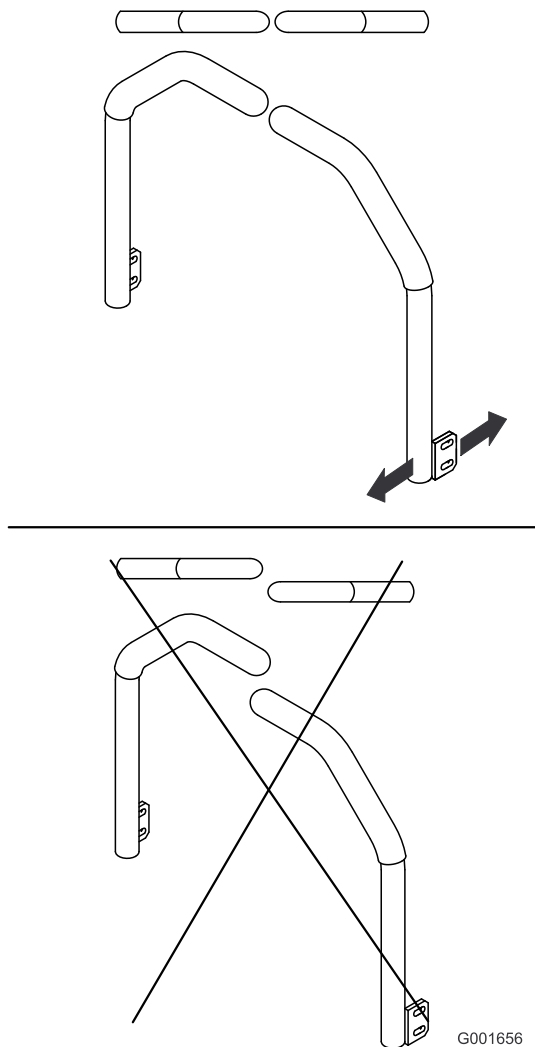

Figura 59
5. Ajuste as alavancas de controlo de forma a ficarem alinhadas e aperte os parafusos, prendendo as alavancas às hastes (Figura 59).